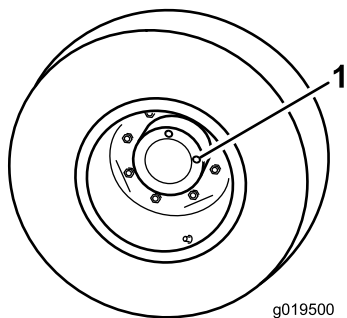

図 81
1. 水平な床面で、点検プラグの 1 つが時計の 12 時を指し、もう 1 つが 3 時を指すようにマシンを駐車する 図 81。
2. 3時の位置にあるプラグを外す 図 81。